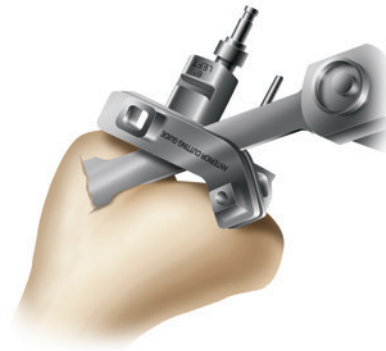

Figure 13
- 3 Resect the anterior cortex (Figure 13).